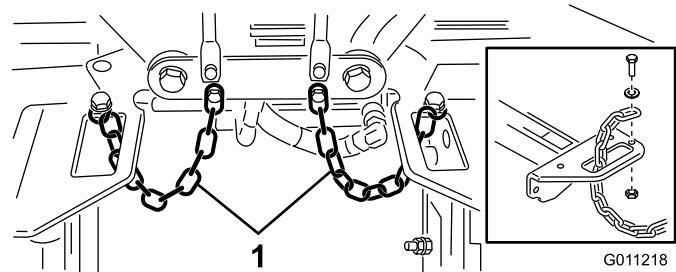

Bild 22
- 4. Verlegen Sie eine Kippkette durch den Schlitz am Ende jedes Trägerrahmens. Befestigen Sie die Kippkette mit einer Schraube, einer Scheibe und einer Sicherungsmutter oben am Trägerrahmen (Bild 22).